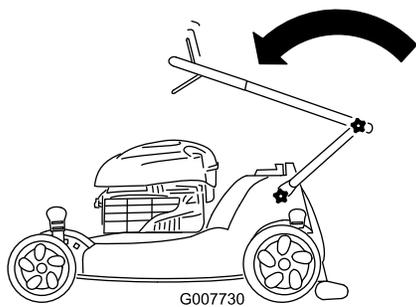

Figure 42
2. Pliez la moitié supérieure du guidon en avant de la manière indiquée (Figure 42).